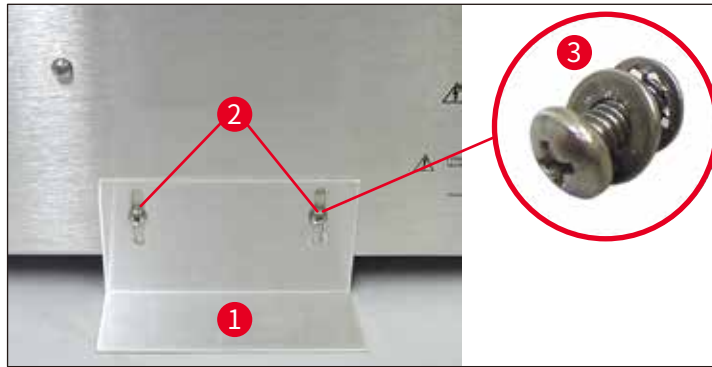

图 16
2. 将支架靠在仪器的背面 (→ 图 16), 然后重新插入两颗螺丝, 但不要完全拧紧。